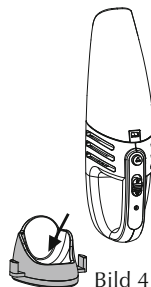

Bild 4
3. Staubsauger in die Ladestation stellen (Bild 4).